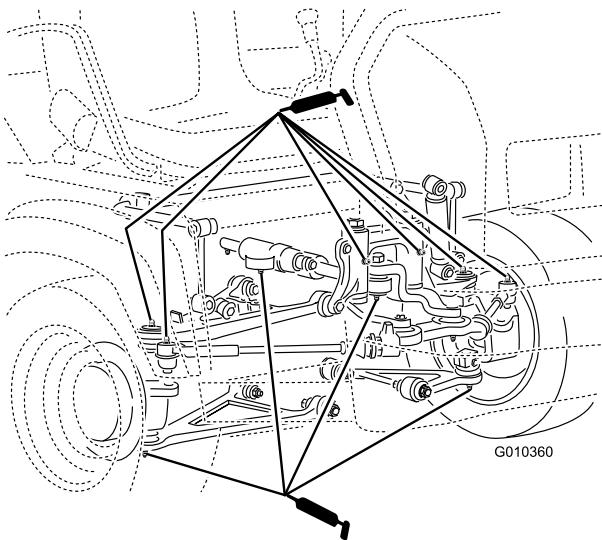

Figura 38
- Articulaciones esféricas (4), bielas (2), pivotes (2) y cilindros de dirección (2) (Figura 38)